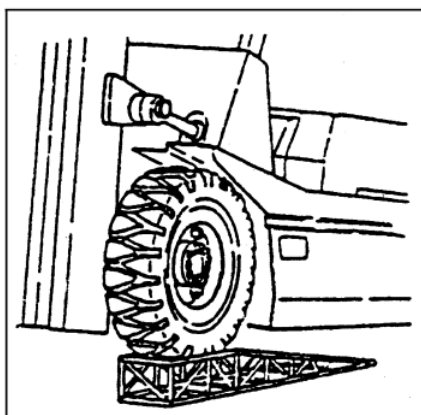

Рис. 8.6.
3.7.5.4. Замена ролика мачты (См. Рис. 8.6).